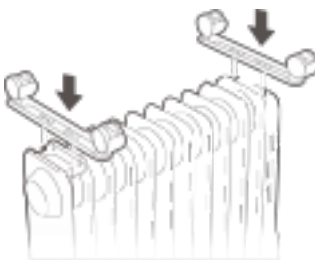

Abbildung 1
2. Richten Sie, wie in Abbildung 1 gezeigt, das Befestigungsloch einer Rollfußbaugruppe aus und bringen Sie diese an der Schraube der Rollfußplatte am Ende der Heizkörperlamelle an. Die andere Rollfußbaugruppe ist an den am Boden des Steuerkastens montierten Schrauben ausgerichtet.